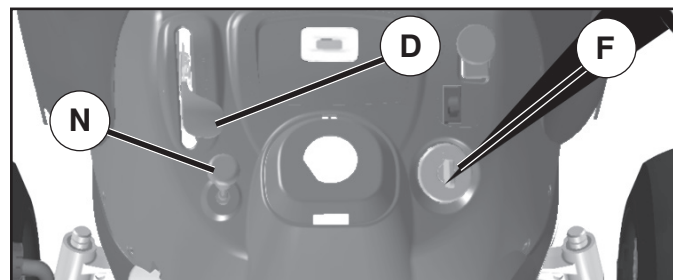

Fig. 19
POUR UTILISER LA COMMANDE DES GAZ (D) (Voir la Fig. 19)
POUR UTILISER L'ÉTRANGLEUR (N) (Voir la Fig. 19)